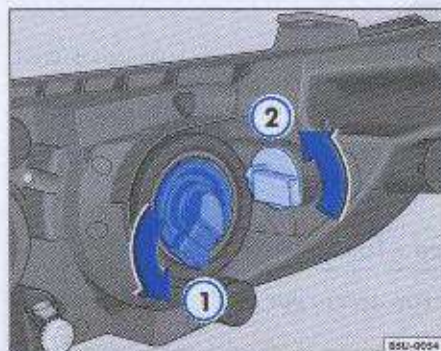

Fig. 144 Vista de la lámpara de luz de cruce y lámpara del indicador de dirección
- Remueva el portalámparas ⇒ fig. 144 (2) girándolo en el sentido antihorario -flecha-.